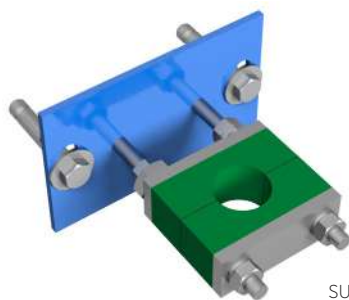

fig. 14
- Un support-guide de tige est recommandé (fig. 14) tous les 1,5m.